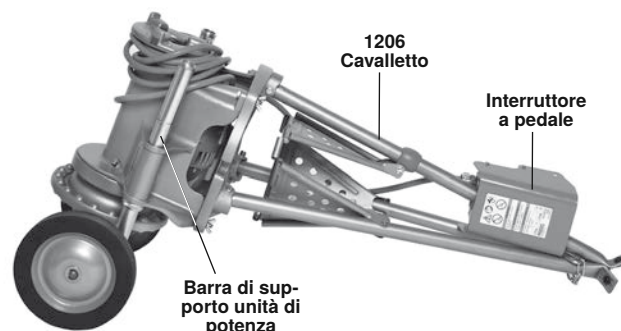

Figura 29 – Macchina approntata per il trasporto con il Trasportatore n. 32
5. Avvolgere il cordone di alimentazione e infilare il coperchio dell'interruttore a pedale su una gamba, come mostrato in *Figura 29*.